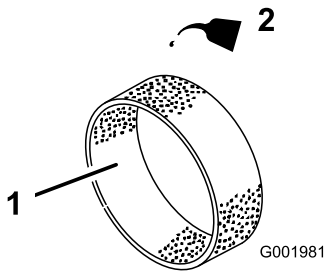

Figure 48
4. Imbibez l'élément de 30 à 60 ml d'huile (Figure 48).